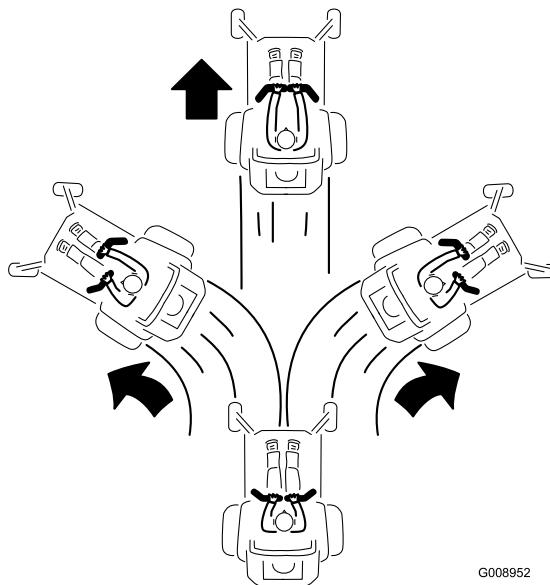

Figura 23
2. Para ir hacia adelante, empuje lentamente las palancas de control de movimiento hacia adelante (Figura 23).